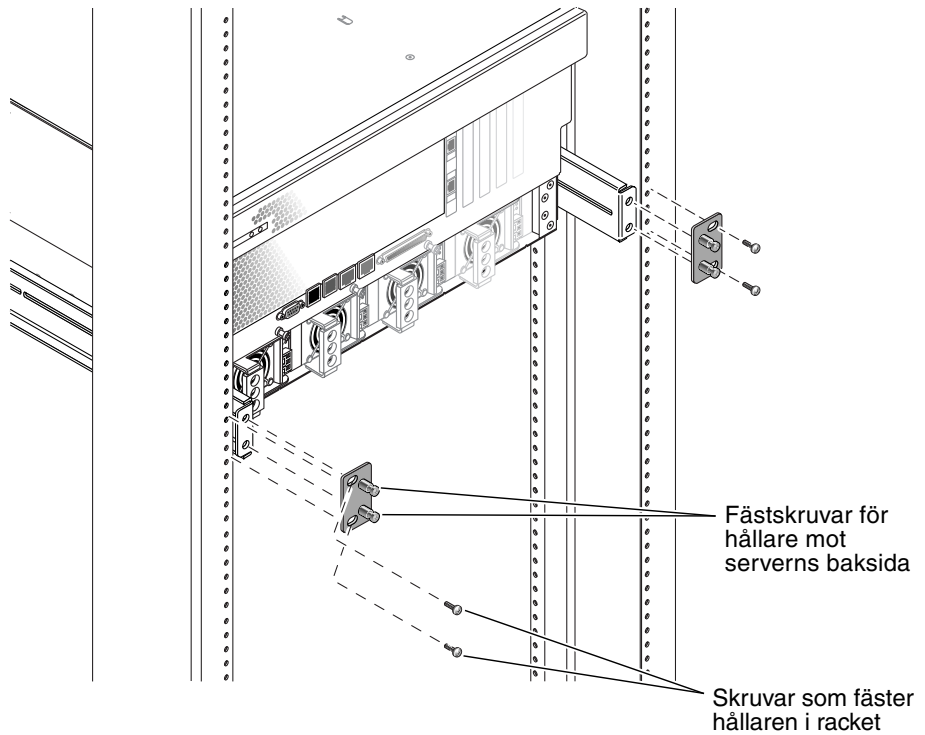

BILD 3-5 Skruva fast serverns baksida i racket
9. Vid rackets baksida använder du de två fästskruvarna för att skruva fast de två bakre monteringsflänsarna i de bakre monteringsckenorna som sitter på servern (BILD 3-5).
10. Använd två skruvar för varje monteringskena och skruva fast de bakre monteringsckenorna i rackets baksida (BILD 3-5).